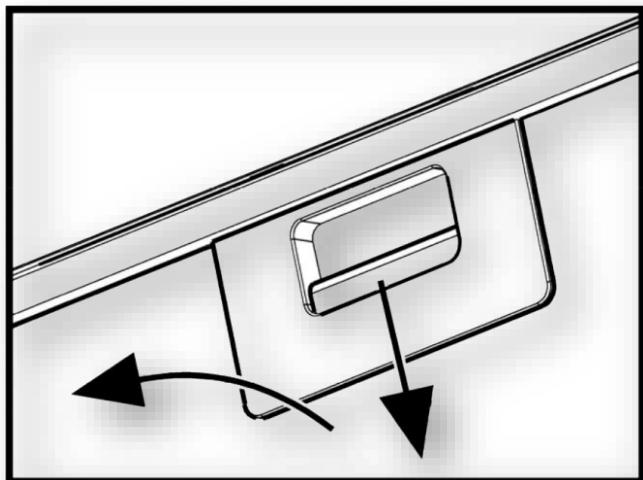

Рис.6
7.10 Для снятия алюминиевого фильтра (**рис.6**) необходимо нажать на пружинную задвижку и, потянув на себя и вниз, снять фильтр с панели. Установку фильтра выполнить в обратном порядке.